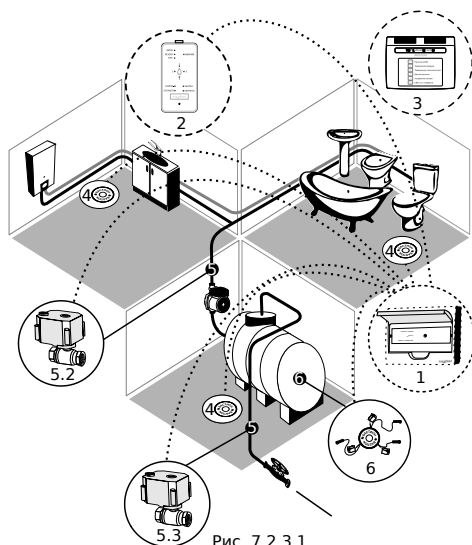

Рис. 7.2.3.1
Конфигурация: модуль управления (1), датчики протечки (4), краны (5), датчик уровня (6) (опционно - пульт (2), GSM-информатор (3)). Краны (5) устанавливаются как показано на рис. 7.2.3.1, датчики протечки (4) устанавливаются на полу в местах возможного скопления воды при авариях и протечках (в санузлах, на кухне, под раковинами, унитазами и т. п.), датчик уровня (6) устанавливается внутри резервного бака.